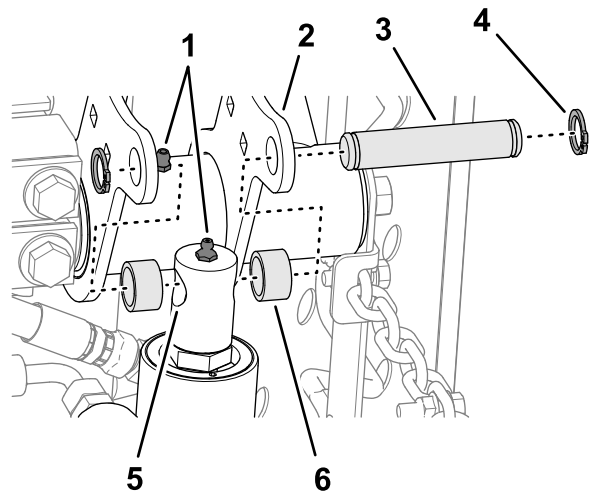

Bild 15
4. Bewegen Sie die Hubzylinderstange langsam, bis sie mit den Löchern in den rechten Hubarmflanschen fluchtet (Bild 15).
5. Montieren Sie die Stange mit dem Befestigungsstift, zwei Distanzstücken und zwei Sprengringen an den Flanschen (Bild 15).
6. Tragen Sie Lithiumfett Nr. 2 auf die Schmiernippel des Hubarms und des Hydraulikzylinders auf (**Bild 15**).
- Richten Sie die Löcher in den Platten des vorderen Trägersrahmens auf die Löcher in den Montageplatten des Mähwerks aus (**Bild 15**).